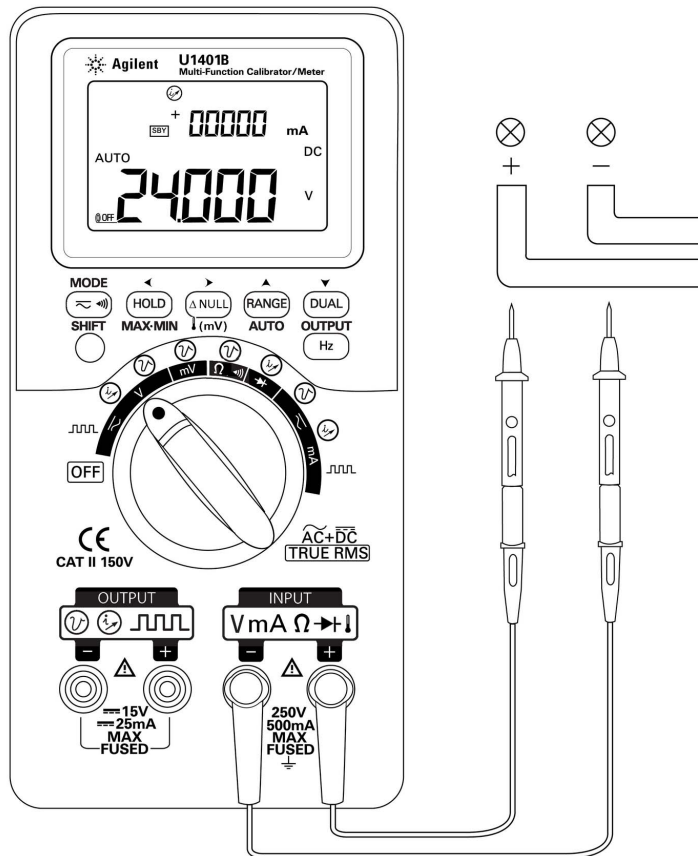

Figura 3-1 Medición de voltaje CC
- 3 Conecte los cables de prueba rojos y negros a las terminales de entrada positivas y negativas respectivamente (Figura 3-1 en la página 47).